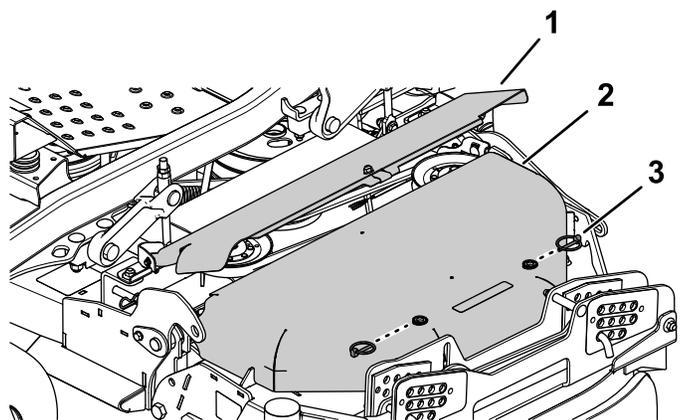

Рисунок 58
4. Извлеките 2 шплинта с кольцами из наружной крышки ремня и снимите наружную крышку (Рисунок 58).
5. Откиньте внутреннюю крышку ремня вверх (Рисунок 58).